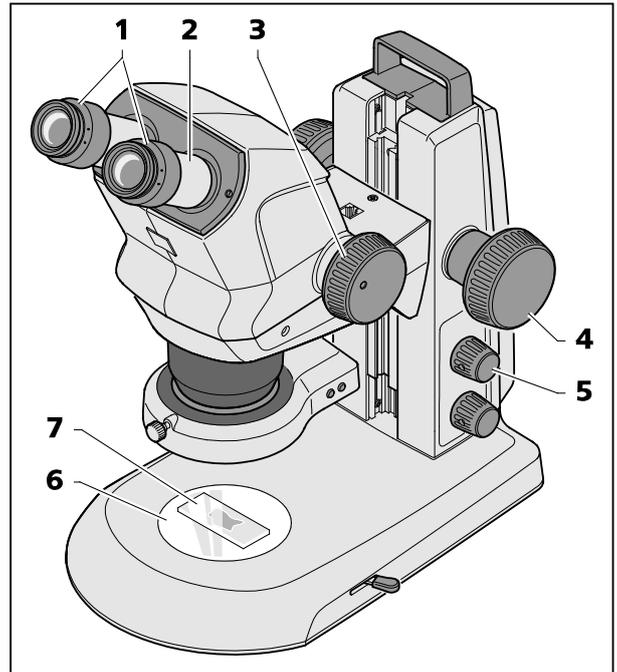

Fig. 13 Aggiustare il microscopio stereoscopico
1. Posizionare l'oggetto (Fig. 13/7) al centro della piastra inseribile di vetro o in materia plastica (Fig. 13/6) e illuminarlo (Fig. 13/5).
2. Mettere a "0" la regolazione diottrica negli oculari aggiustabili (Fig. 13/1).
3. Regolare la distanza interpupillare individuale, spostando lateralmente i tubi oculari (Fig. 13/2) di modo che, guardando attraverso gli oculari con i due occhi, si veda soltanto **un** cerchio luminoso senza rifilatura (campo visivo).
4. Regolare dapprima l'ingrandimento minimo mediante la manopola zoom (Fig. 13/3).
5. Focalizzare un piccolo dettaglio vistoso nel centro dell'immagine dell'oggetto (Fig. 13/4).
6. Regolare l'ingrandimento massimo mediante la manopola zoom (Fig. 13/3). Dovuto all'ingrandimento, il dettaglio vistoso tornerà probabilmente a essere fuori fuoco, già non trovandosi al centro dell'immagine.
7. Stabilire la nitidezza dell'oggetto, focalizzandolo, poi localizzare di nuovo il dettaglio spostando l'oggetto e mettendolo ancora una volta a fuoco (Fig. 13/4).
8. Dopo, regolare nuovamente il valore zoom minimo e, all'occorrenza, correggere gli errori di definizione esistenti, separatamente per ogni occhio, attraverso la compensazione diottrica, ricorrendo **agli oculari regolabili** (e non alla manopola di focalizzazione (Fig. 13/4) (compensazione del difetto visivo).
- Schiacciare la manopola ((Fig. 13/5) per accendere o spegnere l'illuminazione a luce riflessa (lampada spot o lampada a doppio spot).